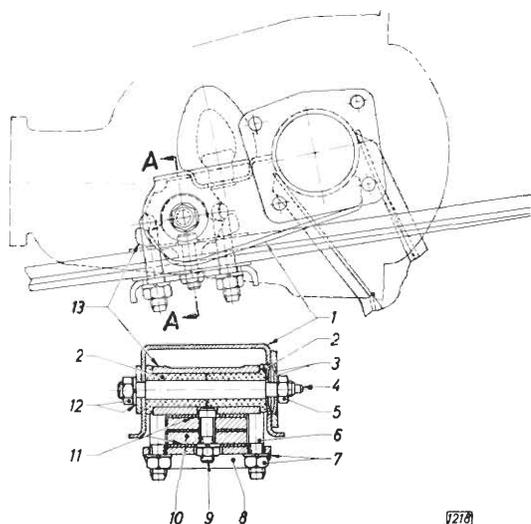

Bild 3 - Anordnung Hinterachse an Hinterfeder
2. Sind die Gummibuchsen (3/2) der Befestigung Hinterachse an Hinterfeder (Bild 3) zu ersetzen, dann vor Einbau der Feder äußere Mutter (3/12) – Federring – und innere Mutter (3/5) vom Federbolzen (3/4) abschrauben. Bolzen von außen mit einem Kupferdorn aus Stütze (3/1) am Hinterachstragrohr und Lagerbock (3/13) herausschlagen, wobei die beiden Federscheiben (3/3) auf der Stützeninnenseite herausfallen.